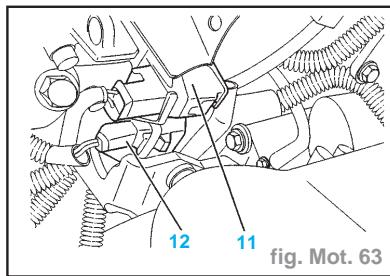

fig. Mot. 63
- le câble d'accélérateur (8)
- le câble de ralenti accéléré (9)
- Déposer les tuyauteries d'injection (10).
- Débrancher les connecteurs (11)-(12) (fig. Mot. 63)